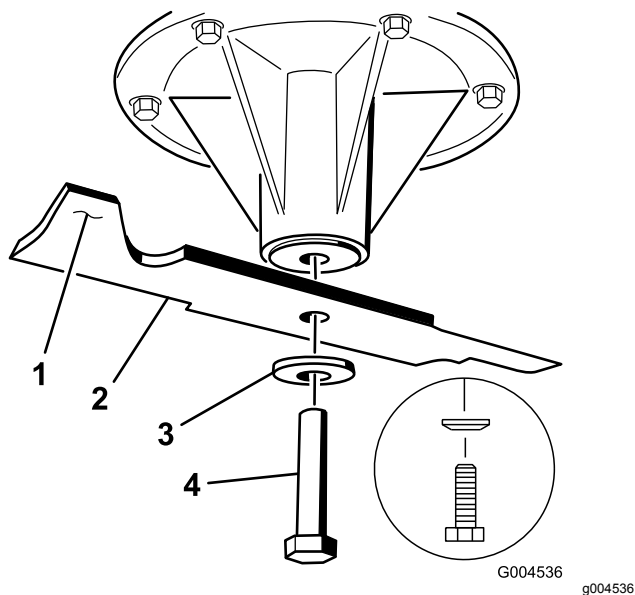

Figura 105
1. Instale lâmina no eixo (Figura 105).
2. Instale o disco de mola e o parafuso da lâmina (Figura 105).
Nota: O cone do disco de mola deve ser montado virado para a cabeça do parafuso (Figura 105).